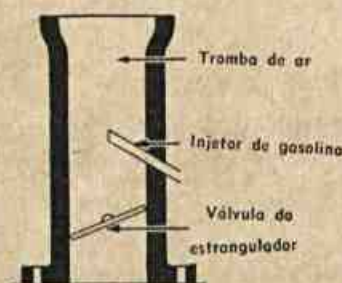

Fig. 130 — Carburador simples, constando de trompa de ar, difusor de gasolina e válvula do estrangulador.
- 3 — Um difusor, através do qual a gasolina líquida é fornecida para a trompa de ar (fig. 130).